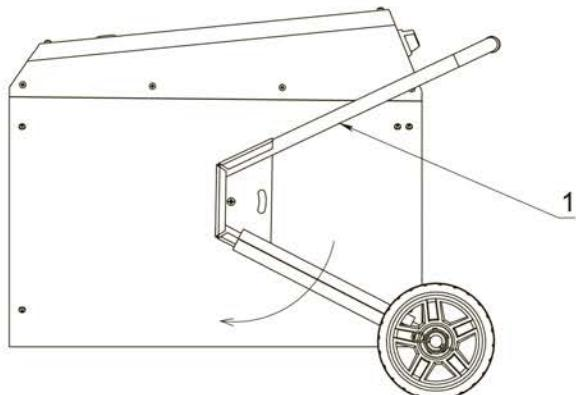
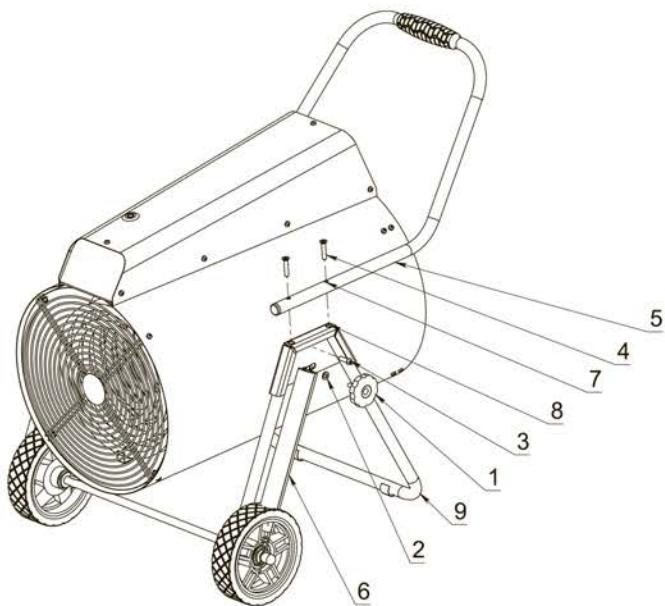

Рис. 4
Рис. 5
Перевести колесную опору (1) (Рис. 4) в горизонтальное положение, повернув её, как указанно на рис. 5.
Закрутить барабаночные винты (1) и винт M6x20 (2 шт.) (3) с обеих сторон. Отверстия (7) на ручке (5) совместить с резьбовыми гайками (8) на колесной опоре и закрутить винты (4). Снять транспортировочные изоляторы (6). Прибор готов к использованию. (Рис. 5).